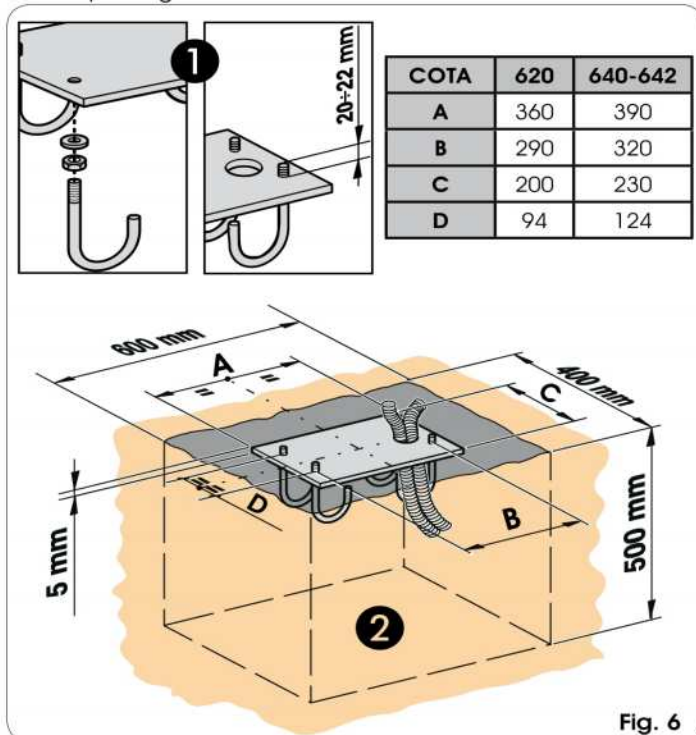

Fig. 6
- 1) Ensamble la placa de cimentación tal y como se indica en la fig.6 ref. ①.
- 2) Realice una base de cimentación tal y como se indica en la fig.6 ref. ② (se ha tomado como referencia un terreno arcilloso).
- 3) Coloque en obra la placa de cimentación como se indica en la fig.6 ref. ②, y prevea una o varias vainas para el paso de los cables eléctricos. Compruebe la perfecta horizontalidad de la placa con un nivel de burbuja. Espere a que fragüe el cemento.